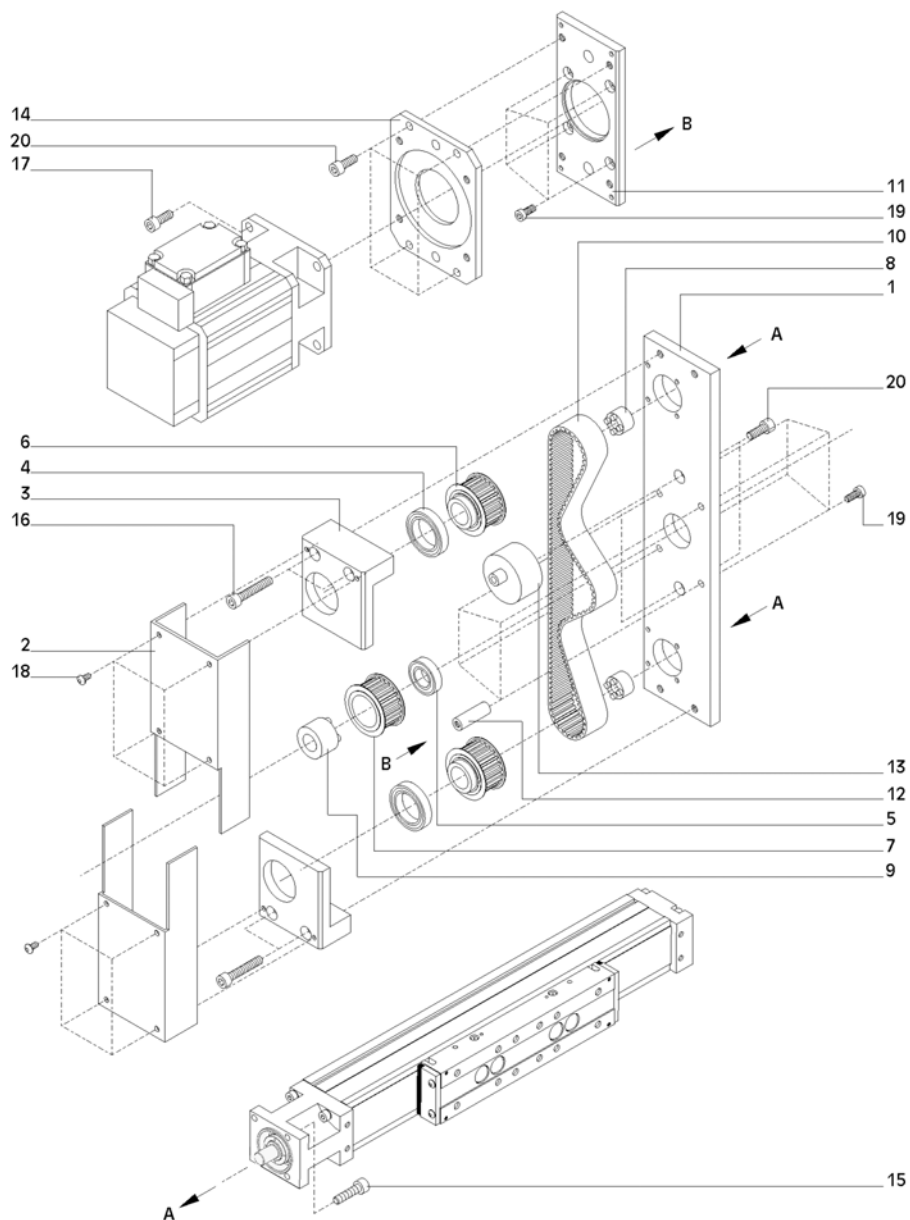

Bild 12: Parallelriementrieb PRT40
1. **Bild 12:** Die Lineareinheiten mit den Zylinderschrauben (15) an der Grundplatte (1) befestigen.
2. Die Synchronscheiben (6) mit den Spannsätzen (8) an den Antriebszapfen der Lineareinheiten befestigen. Abstand zwischen Synchronscheiben und Grundplatte 1 mm.
3. Die Exzenterrollen (13) mit zwei Zylinderschrauben (17) an der Grundplatte lose befestigen.
4. Den Zahnriemen (10) einlegen.
5. Die Gegenlagerhalter (3) mit den Zylinderschrauben (16) an der Grundplatte befestigen.
6. Die Befestigungsplatte (11) mit den Haltebolzen (12) und acht Zylinderschrauben (19) an der Grundplatte befestigen.
7. Den Motor mit vier Zylinderschrauben (20) am Zwischenflansch (14) befestigen.
8. Die Synchronscheibe (7) mit dem Spannsatz (9) an der Motorwelle befestigen (Abstand Synchronscheibe - Grundplatte 1 mm; Anzugsdrehmoment der Schrauben am DKWN-Spannsatz in Abhängigkeit des Innendurchmessers (siehe Tabelle Kapitel 10 "Technische Daten").
9. Den Motor mit der Synchronscheibe in den Zahnriemen einführen und den Zwischenflansch mit vier Zylinderschrauben (20) an der Befestigungsplatte befestigen.
1. **Bild 12:** Den Zahnriemen mit den Exzenterspannrollen spannen (Spanndrehmoment der Spannrollen 6 Nm).
2. Die Blechabdeckungen (2) mit den Linsenschrauben (18) befestigen.